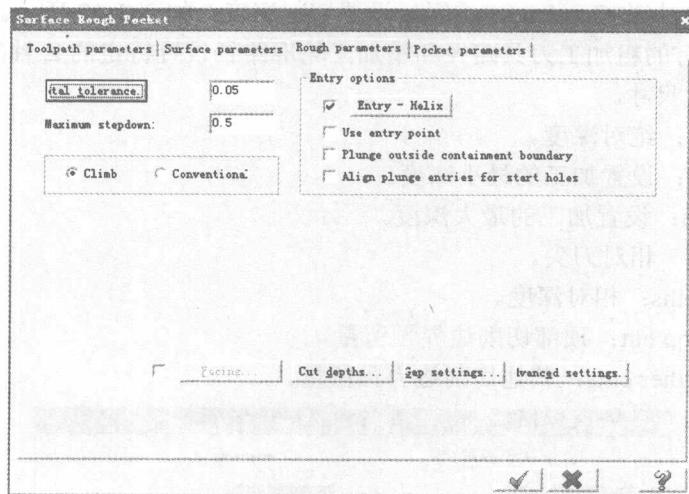
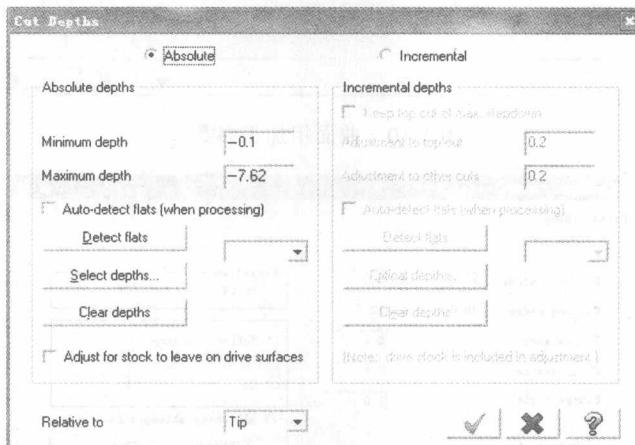
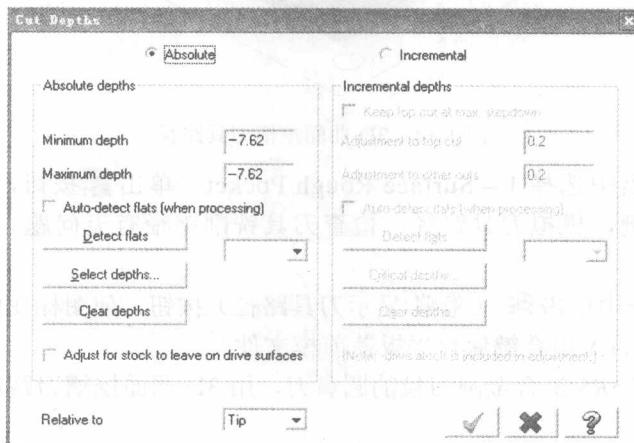

图 1-10 曲面粗加工参数
图 1-12 切削深度参数
图 1-16 切削深度参数
⑤ 单击曲面挖槽刀路中 Rough parameters 对话框，粗加工参数设置如图 1-10 所示，Z 方向每次最大下刀步距 0.5mm。
⑦ 单击图 1-10 中的 Cut depths 按钮，设置切削深度，如图 1-12 所示。
⑤ 单击曲面挖槽刀路中 Rough parameters 对话框，粗加工参数设置如图 1-10 所示，Z 方向每次最大下刀步距 0.5mm（只加工一刀）。
⑥ 在前模型腔的内部下刀，点选 Entry-Helix，设置螺旋下刀，参数同前一工序。
⑦ 单击 Cut depths 按钮，设置切削深度，如图 1-16 所示。